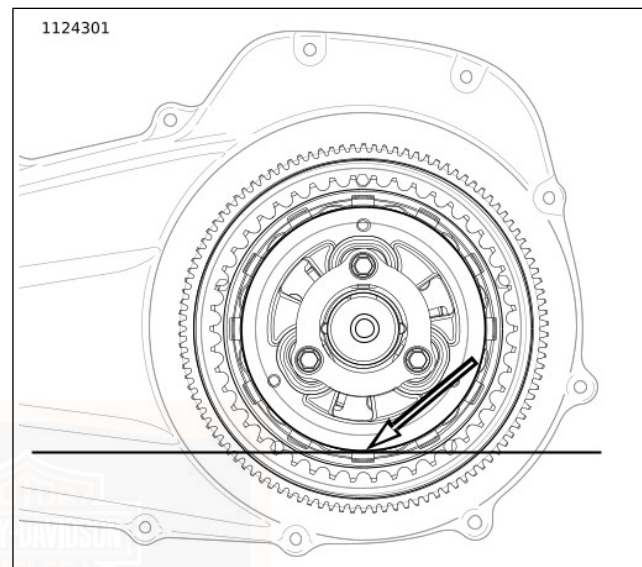

Figura 54. Livello dell'olio della trasmissione primaria
- Vedere Figura 54 . Il livello corretto è circa in fondo al diametro esterno del piatto spingidisco.